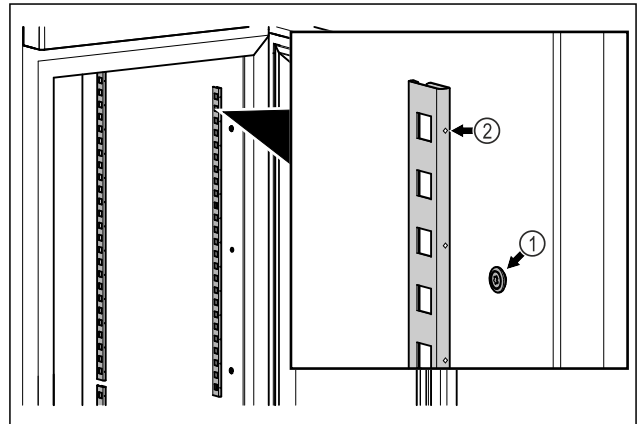

Fig. 48 Shembull ilustrues
- Futni shiritat e kapjes në vendin e varjes Fig. 48 (1). Shënimi Fig. 48 (2) duhet të jetë i drejtuar nga përpara.